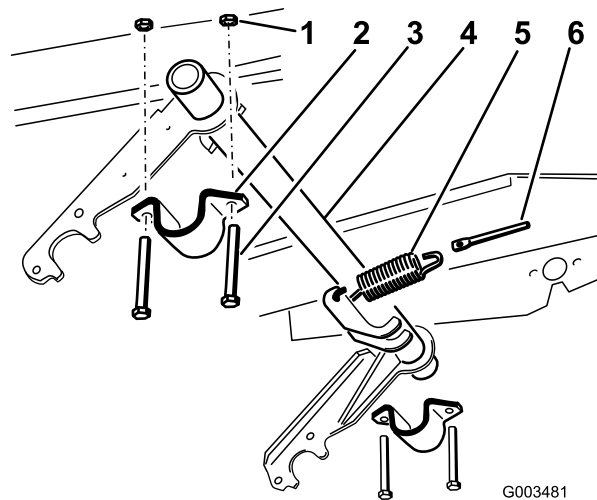

Figura 5
1. Conecte el muelle de extensión a una de las palancas del tubo de giro y al perno del muelle (Figura 5).
2. Instale provisionalmente el soporte del tubo de giro en el lado derecho (Figura 5).
3. Deslice el extremo derecho del tubo de giro en el soporte del tubo de giro derecho (Figura 5).
5. Levante el extremo izquierdo del tubo de giro hasta el bastidor e instálelo con un soporte de tubo de giro, 2 pernos (3/8 x 3 pulgadas) y 2 contratuercas (3/8 pulgada) (Figura 5).